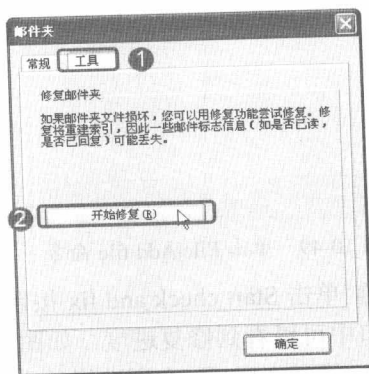

图 10-54 单击“开始修复”按钮
步骤④ 在“工具”选项卡中单击“开始修复”按钮对邮件进行修复，如图 10-54 所示。